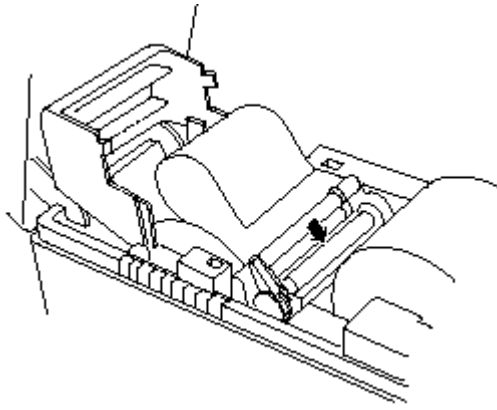

Рисунок 12 - Встановлення паперу в паз
- вставте папір в нішу та зафіксуйте його важелем (рисунок 12);